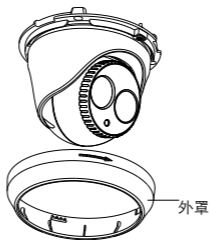

图3-7 装回外罩
6. 将外罩上的卡口与摄像机底座的豁口对齐, 沿顺时针旋转到底。如图 3-7 所示。